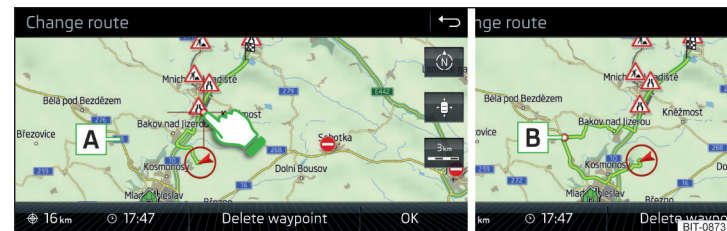

Abb. 231 **Routenänderung in der Karte / Routendurchfahrtspunkt**
- Den Bildschirm im Routenbereich berühren und den Kreuzpunkt auf die gewünschte Stelle in der Karte (z. B. A) » Abb. 231) verschieben.
Der Durchfahrtspunkt B » Abb. 231 wird in die Route eingefügt.